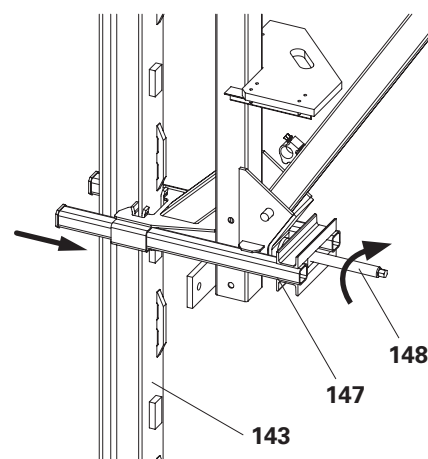

Fig. C6.07
- Il distanziatore (144) deve sostenere la guida di ripresa ACS quando si movimentata quest'ultima, altrimenti c'è il rischio che la guida di ripresa ACS venga sovraccaricata.
3. Ruotare il punto di pressione albero (148) in senso orario fino a quando la guida ACS (147) sporge di circa 1 cm dalla guida. (Fig. C6.07)